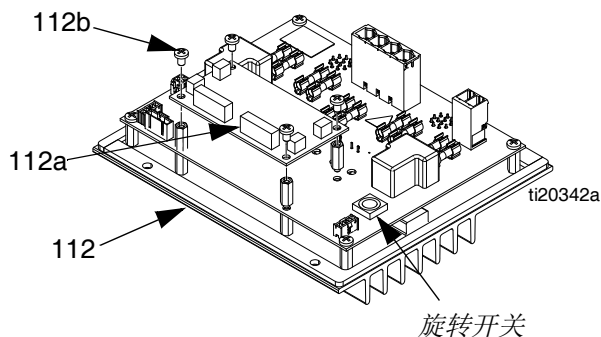

图 46
1. 对于带有子卡的 MZLP，请将 MZLP 旋转开关设为 a 。对于不带子卡的 MZLP，将 MZLP 旋转开关设为 b 或 a ，具体看位置而定。参见图 46，了解旋转开关位置。